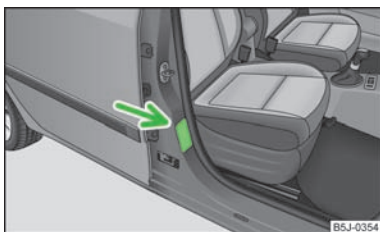

Abb. 107
- Auf diese Tatsache weist auch der Aufkleber hin, der sich an der B-Säule auf der Beifahrerseite befindet » Abb. 107. Der Aufkleber ist nach dem Öffnen der Beifahrertür sichtbar. Für einige Länder ist der Aufkleber auch an der Sonnenblende des Beifahrers angebracht.